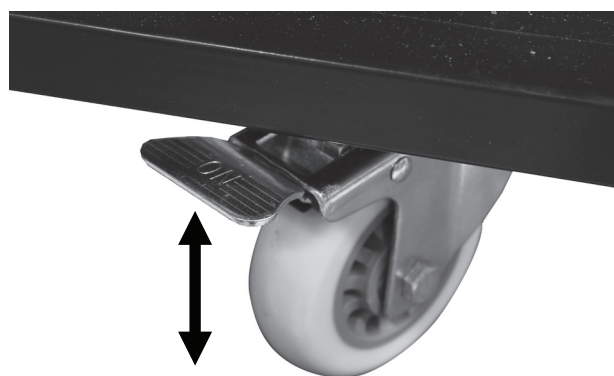

Рис.4
*Для обеспечения неподвижности генератора во время работы на поворотных колесах установлен тормозной механизм Рис.4*